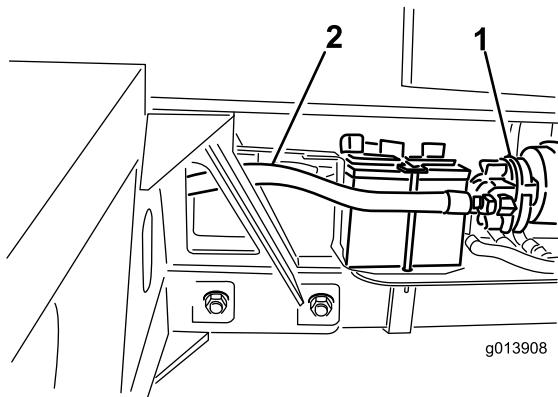

Bild 12
- Schließen Sie den Hydraulikschlauch Nr. 4 an der Ansaugseite der Hydraulikpumpe an (Bild 12).